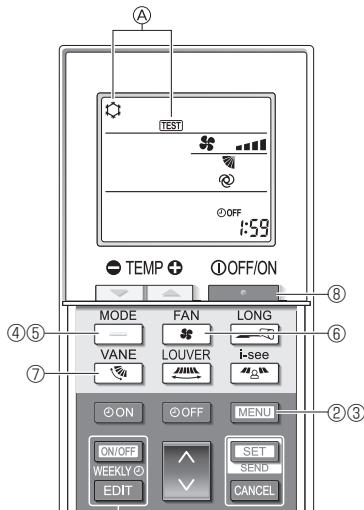

Fig. 7-5
- ① Сынақ басталғанға дейін кем дегенде 12 сағат бұрын қуатты құрылғыға қосыңыз.
- ② [MENU] түймесін 5 секунд бойы басыңыз. (Fig. 7-5)
- ③ [MENU] түймесін басыңыз.
- ④ [A] [СЫНАҚ] және ағымдағы жұмыс режимі көрсетіледі. (Fig. 7-5)
- ⑤ Салқындату режимін қосу үшін [] түймесін басыңыз, содан соң салқын ауаның құрылғыдан шыққанын тексеріңіз.
- ⑥ Жылыту режимін қосу үшін [] түймесін басыңыз, содан соң жылы ауаның құрылғыдан шыққанын тексеріңіз.
- ⑦ [] түймесін басып, желдеткіштің жылдамдығының өзгеретіндігін тексеріңіз.
- ⑧ [] түймесін басып, автоматты қалақшаның дұрыс жұмыс істейтінін тексеріңіз.
- ⑨ Сынақ жұмысын тоқтату үшін [] түймесін басыңыз.